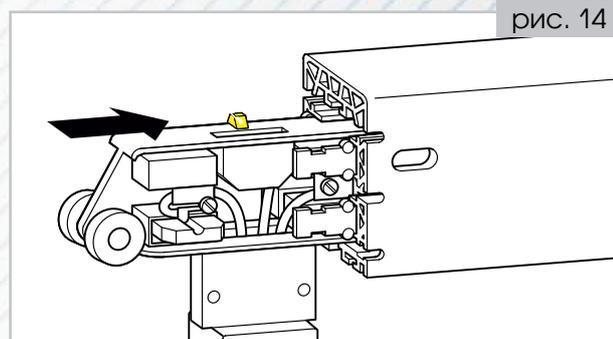

рис. 14
- Монтаж и демонтаж токосъемника проводится в конце шинопровода или в специальной секции для извлечения. Вставить токосъемник в торец шинопровода, контроль установки обеспечивает предохранительный стопор, также контролировать полярность токосъемника и шинопровода. **(рис.14)**